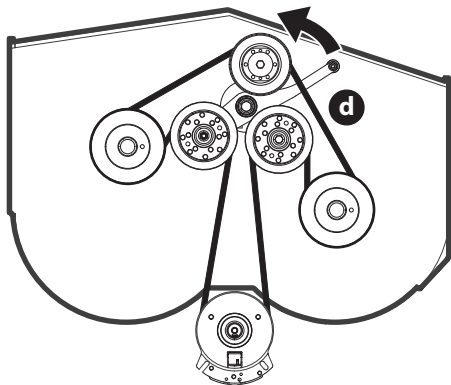

Fig. 40
- Gire el montaje de la polea tensora de la plataforma en sentido antihorario (Fig. 40).
- Coloque la correa nueva tal como se muestra en la Fig. 40. A continuación, vuelva a instalar la plataforma y la correa de la TDF tal como se indica en la página 57.